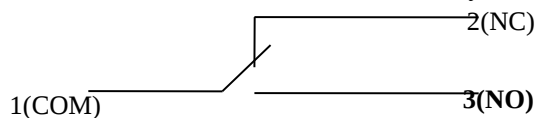

Рис. 4 – схема контактов реле разъема сигнализации.
Если на ИПС подано электропитания, ИПС не перегрет, есть или ток или напряжение в обоих каналах, если выходной ток для каждого канала не превышает тока контроля вакуума (I_{kv}), то реле разъема сигнализации 7 срабатывает и происходит замыкание контактов 1(COM) и 3(NO), а контакты 1(COM) и 2 (NC) размыкаются (см. схему контактов на рис. 4). Если какое-либо из условий нарушено происходит размыкание контактов 1(COM) и 3(NO), а контакты 1(COM) и 2 (NC) замыкаются. Сигнал об аварии может быть выведен на звонок или иную систему сигнализации.